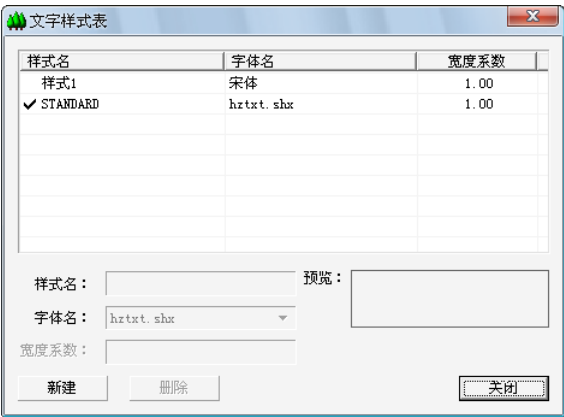

图 4-26 文字样式表
1. 选择 [绘图] | [文字] | [文字样式]，弹出“文字样式表”对话框，如图 4-26 所示；